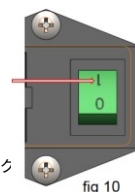

fig 10
2. 電源スイッチの操作レバーを「1」の位置に回すと（図4）、装置は直ちに加圧を開始します（図10を参照）。
- ドレンバルブ（1）（図10）を開き、圧力タンク内の空気圧を解放してください。